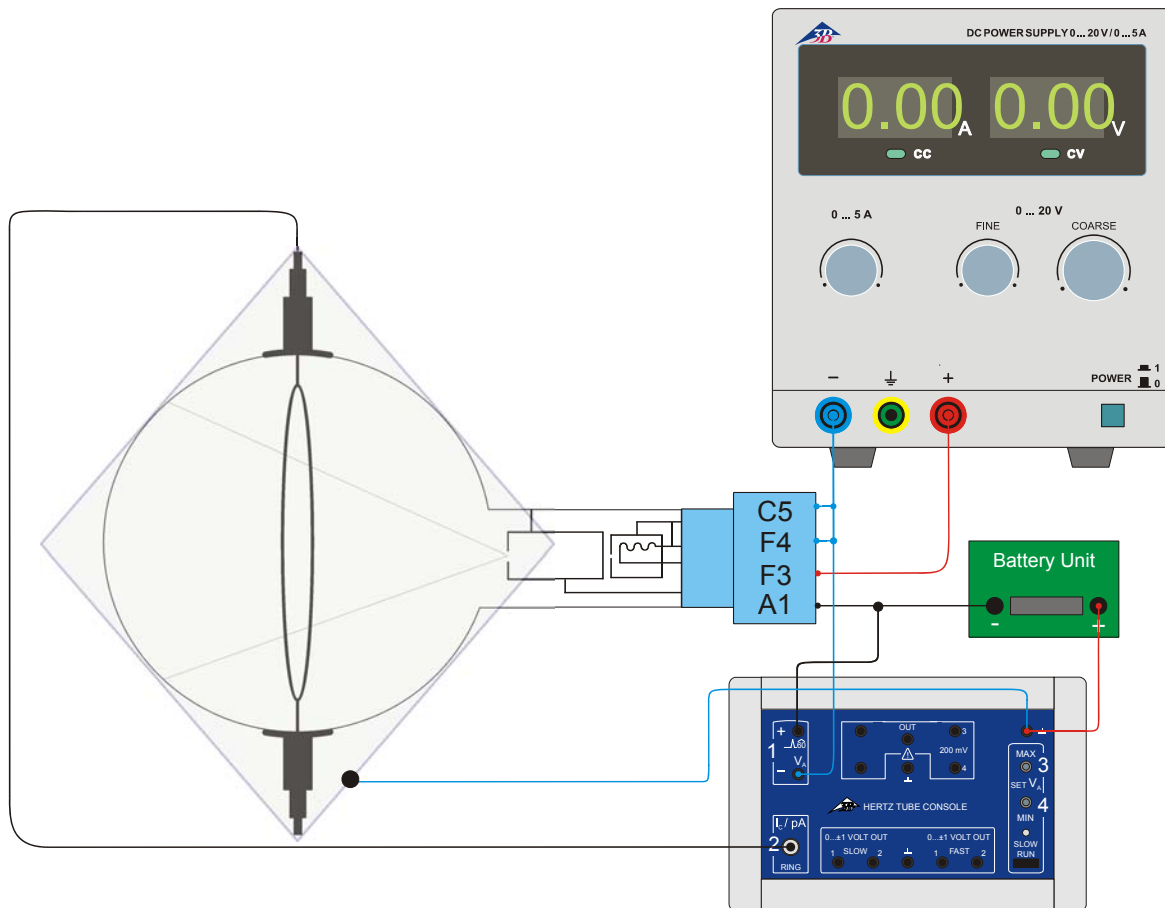

Fig. 1 Montagem do experimento com a unidade e controle para tubos de potenciais críticos
- Ligar as tomadas F3 do suporte de tubo com o polo positivo da saída da fonte de alimentação DC e F4 com o polo negativo. (vide Fig. 1)